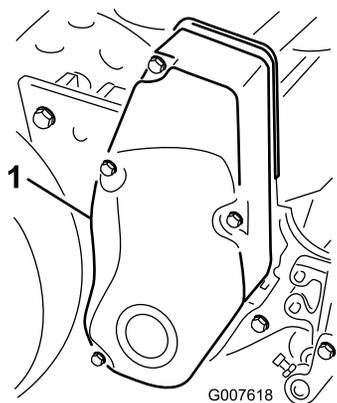

Рисунок 35
1. Снимите детали крепления крышки ремня и крышку ремня, чтобы открыть ремень (Рисунок 35).